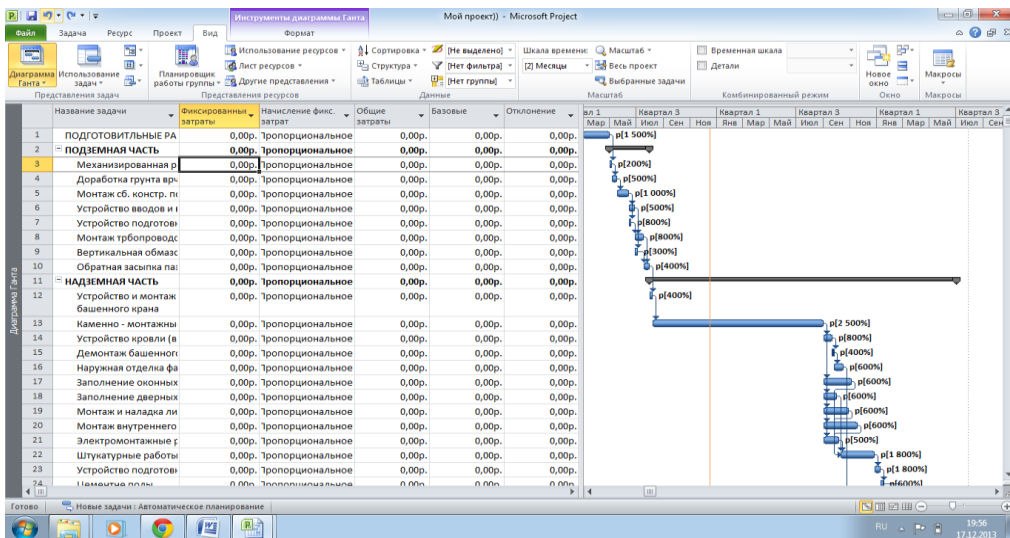

Рис.9.Ввод стоимости работ
- В поле названия столбца **Фиксированные затраты** представления **Лист задач** для выбранной работы ввести стоимость работы в рублях (рис.9).